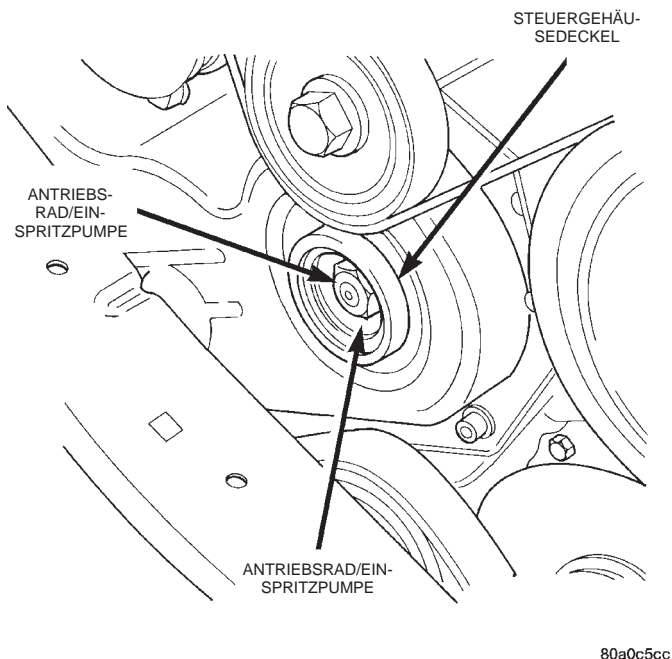

Abb. 35 Mutter/Antriebsrad ausbauen
(12) Mutter und Unterlegscheibe (Abb. 35) vom Antriebsrad der Einspritzpumpe abbauen. **ACHTUNG! Die Unterlegscheibe darf auf keinen Fall in den Steuergehäusedeckel fallen!**